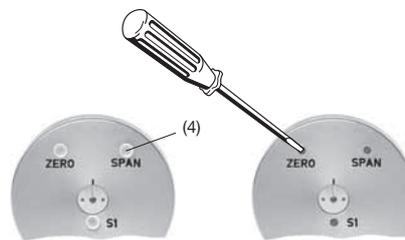

Fig. 7. Eléments de réglage «ZERO», «SPAN» et «S1». À gauche: Eléments de réglage cachés par les joints à bouchon (4) À droite: Eléments de réglage accessibles.
Enlever les joints à bouchon (4) ZERO/SPAN (fig. 7, partie gauche). Ramener l'objet à mesurer dans sa **position zéro**, c.à d. dans la position dans laquelle le KINAX 3W2 doit fournir un courant de sortie de 0 mA (pour la connexion à 3 ou à 4 fils) resp. de 4 mA (pour la connexion à 2 fils).
Ensuite tourner à l'aide d'un tournevis horloger (Ø 2,3 mm) le potentiomètre «ZERO» (fig. 7, partie à droite) pour obtenir la valeur désirée précise du courant de sortie.
Les convertisseurs angulaires avec une étendue de mesure > 150 ° comportent pour l'inversion du sens de rotation un commutateur marqué S1 accessible sur la partie arrière à travers d'une ouverture (fig. 7).